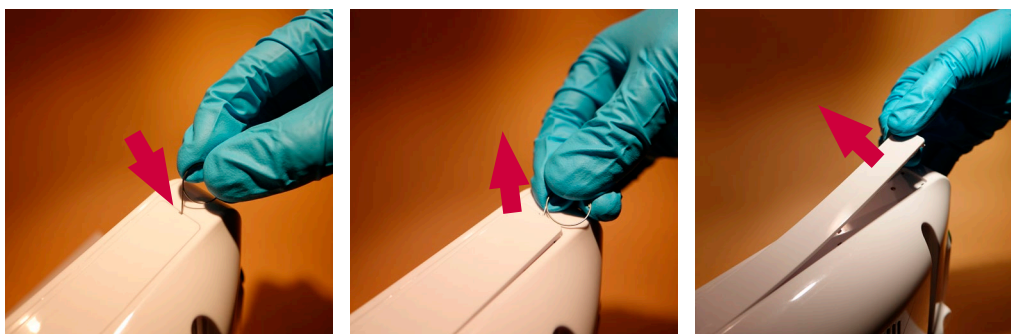

Bild 4 Ta bort namnplattorna
- i) Ta bort namnplattorna (med Ambu-logotypen) längst upp och längst ned på skärmenheten (bild 4)**